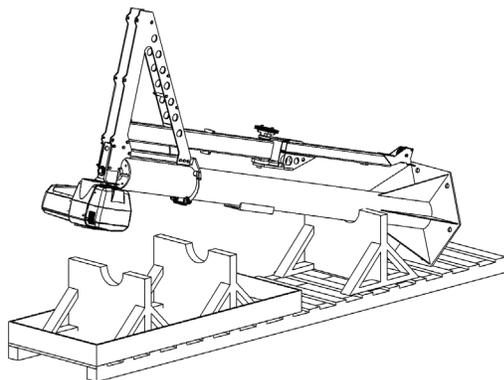

Fig. 2D. Rimozione del dispositivo Easy Arm® dall'imballaggio.
- 2.4 Usando un dispositivo di sollevamento adatto, sollevare l'Easy Arm® fuori dalla scatola di imballaggio utilizzando le viti ad occhiello incluse (**fig. 2D e 2E**). Non effettuare questa operazione prima di essere pronti per l'installazione del sistema.